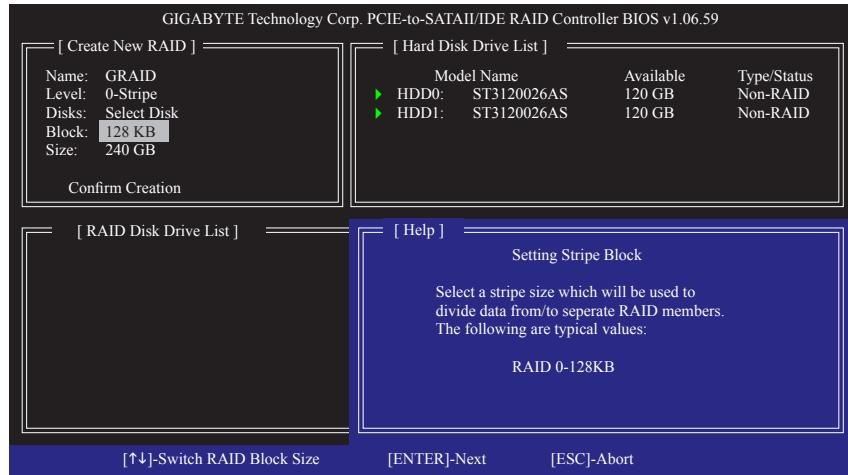

図 6
4. **Set Block Size (RAID 0 only):** Block 項目の下で、上または下矢印キーを使用してストライプブロックサイズを 4 KB ~ 128 KB の範囲で選択します(図 6)。**<Enter>** を押します。